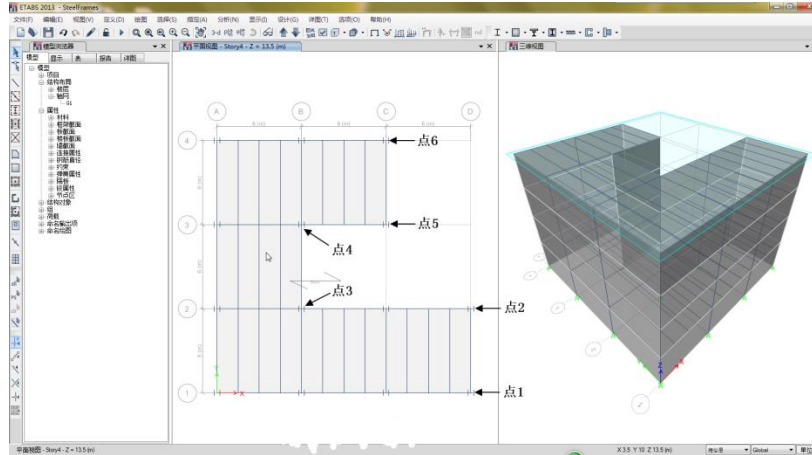

图 4-16 绘制展开立面模式
- 2) 点击**确定**按钮。注意：平面视图标题栏将有提示，程序当前处于展开立面绘图模式，如图 4-16 所示。
3. 在平面视图中，依此点击轴网交点 D-1、D-2、C-2、B-2、B-3、C-3 和 C-4，如图 4-16 所示。准确依照这个顺序是很重要的。